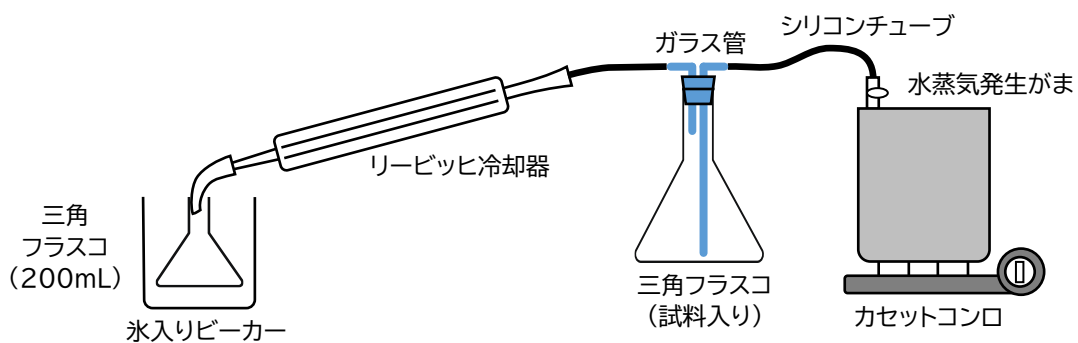

図3 水蒸気蒸留の実験装置
(1) レモン試料の作製
- ① レモン6個の皮をむく。
- ② 500mL 三角フラスコの質量を測定する。(ア)()g
- ③ レモンの皮を細かくきざみ、500mL の三角フラスコに入れる。後で中央にガラス管を差し込むので、レモンの皮をあまり詰め込みすぎないように注意する。
- ④ レモンの皮を入れた三角フラスコの質量を測定する。(イ)()g
- ⑤ 質量の差から三角フラスコに入れたレモンの皮の質量を求める。(イーア)(A)g
- ⑥ 図3のように水蒸気蒸留の実験装置を組み立てる。